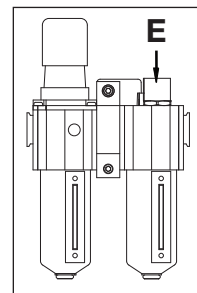

图 6
调节螺钉 (E) 在出厂时已被调整到顺时针方向的尽头,在此状态下系统无法获得润滑油料。要进行初始调节,请打开进气装置,油就开始流入系统。旋转调节螺钉,调节油的滴落速度。逆时针旋转调节螺钉,会提高滴落速度。(见图 6) 一开始,将滴落速度设置为每分钟一到两滴,在系统达到正常操作温度后,对速度进行微调。
向上拉调节螺母,以解除锁定。要提高出口压力设置,就必须顺时针旋转调节螺母;要降低出口压力设置,就必须逆时针旋转。要降低压力,首先将压力降到所需压力以下,然后逐渐提高到所需出口压力。(见图 6)